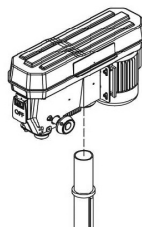

Fig. 5
2. Glissez l'ensemble de tête sur la colonne. Positionnez la tête de perçage de sorte que la vis de pression se trouve sur le côté gauche et que la crémaillère de la colonne se trouve sur le côté droit. Serrez la vis de pression (fig. 5).